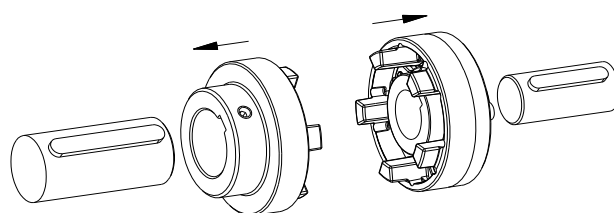

Bild 22: Montage von Nabe und Flanschnabe mit Nockenring
- Montieren Sie Nabe und Flanschnabe mit Nockenring auf die Welle der An- und Abtriebsseite (siehe Bild 22).